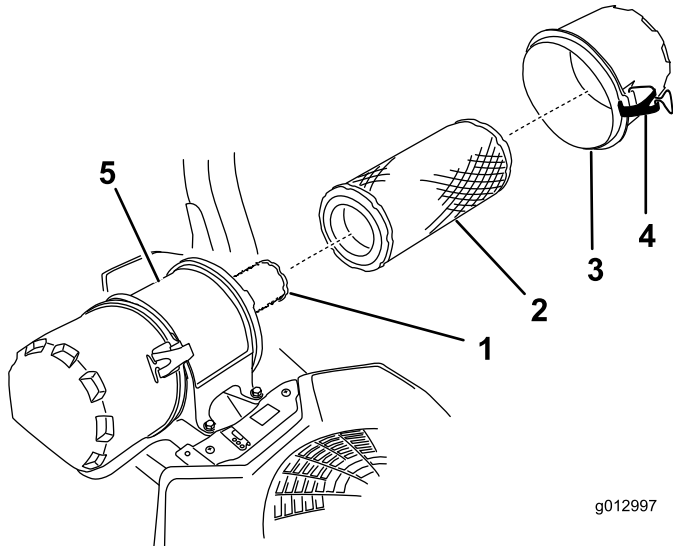

Figure 43
6. Ouvrez les dispositifs de verrouillage du filtre à air et détachez le couvercle du corps du filtre (Figure 43).
8. Sortez le préfiltre du corps du filtre avec précaution (Figure 43).
2. Si vous remplacez l'élément intérieur, insérez-le avec précaution dans le corps du filtre (Figure 43).
3. Placez ensuite le préfiltre sur l'élément intérieur avec le même soin (Figure 43).
4. Remettez en place et verrouillez le couvercle du filtre à air (Figure 43).